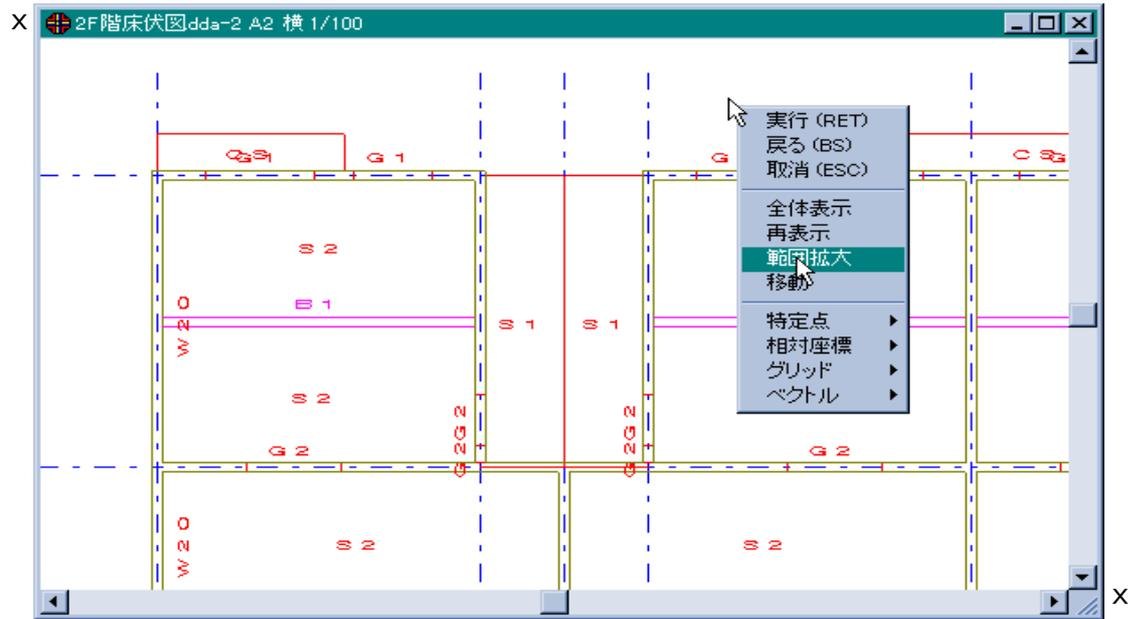

図1.17 マウスコマンドメニュー
- 2) マウスコマンドメニューを使う。[図1.17 参照]